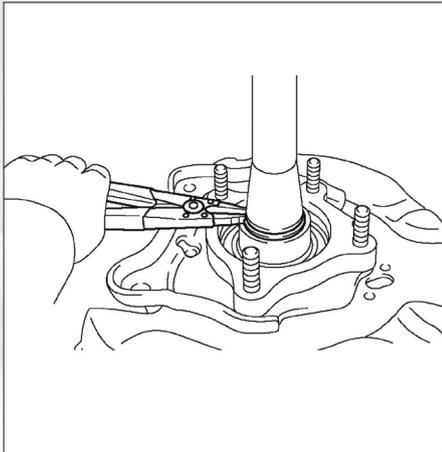

FIG. 26
- Déposer le jonc d'arrêt d'arbre d'essieu à l'aide d'une pince à jonc (fig. 26).